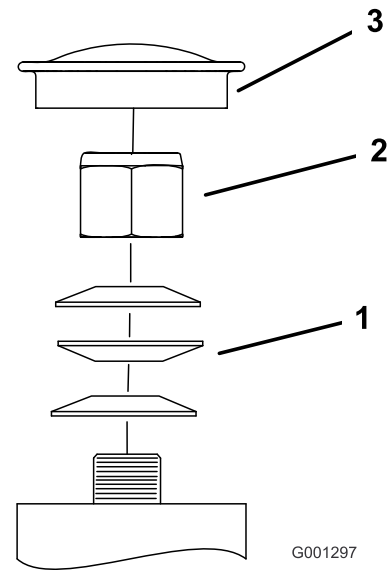

Bild 50
3. Entfernen Sie den Staubdeckel vom Laufrad und ziehen Sie die Sicherungsmutter an (Bild 50).
4. Ziehen Sie die Sicherungsmutter so weit fest, dass die Federscheiben flach liegen und schrauben dann um 1/4 Umdrehung zurück, um die Lager richtig vorzuspannen (Bild 50).
Wichtig: Achten Sie darauf, dass die Federscheiben korrekt wie in Bild 50 dargestellt eingesetzt sind.
5. Setzen Sie den Staubdeckel ein (Bild 50).